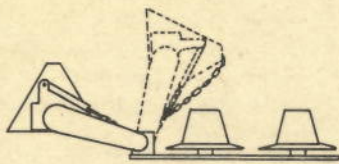

Abb. 10
3.9 Hydraulikzylinder (Abb. 10)
Um Beschädigungen an der Kolbenstange zu vermeiden, muß der Dreipunktbock nach Abb. 10 gekippt werden. Dann wird die Kolbenstange eingeschoben und die Straßenfahrtsicherung eingehängt.
3.9 Hydraulic cylinder (Fig. 10)
In order to avoid damage to the ram, the hitch must be tilted as shown in Fig. 10. The ram is then pushed in and the road transport safety catch engaged.
3.9 Vérin hydraulique (fig. 10)
Afin d'éviter des dommages à la tige de piston, faire basculer l'attelage trois points comme indiqué sur la figure 10. Ensuite, faire rentrer la tige de piston et accrocher la chaîne de sécurité.
3.9 Il cilindro dell'impianto idraulico (fig. 10)
Per evitare danni dell'asta del pistone è necessario che il cavalletto a tre punti venga ribaltato come nella fig. 10.
3.9 Hydraulische cylinder (fig. 10)
Om beschadiging aan de zuigerstang te vermijden moet het onderstel volgens fig. 10 gekipt worden. Dan wordt de zuigerstang ingeschoven en de veiligheid voor het rijden op de weg ingehaakt.